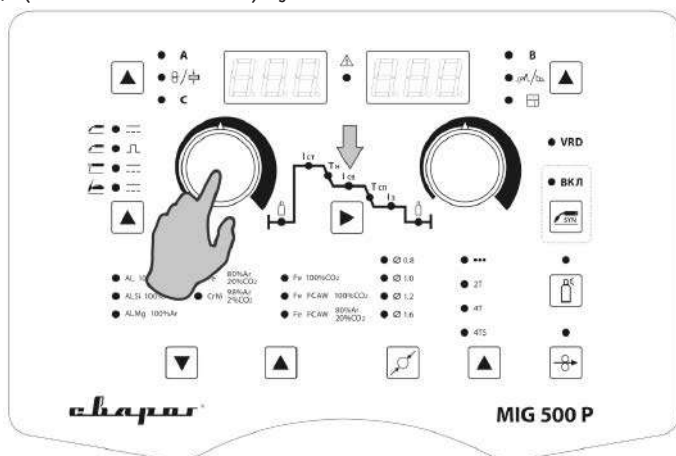

Рис. 10.1.2. Регулятор силы сварочного тока.
2. Выставьте необходимое значение силы тока (см. рис. 10.1.2). Выберите параметр на циклограмме Iсв (см. рис. 7.2.1, поз.4) кнопкой (см. рис. 7.2.1, поз. 8) и регулятором (см. табл. 7.0.2, поз. 2) выберите в зависимости от толщины свариваемого металла и диаметра покрытого электрода (см. табл. 11.7.1, 11.7.2) нужное значение силы тока.